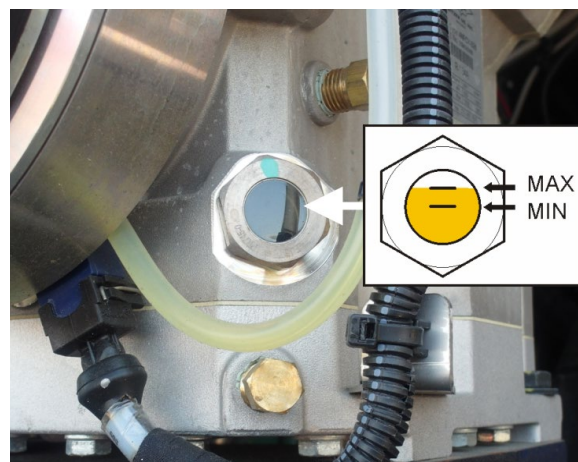

FIGURE 33 : VERRE DE REGARD DROIT
- Verre de regard droit : entre $\frac{1}{2}$ et $\frac{3}{4}$ de la hauteur du verre de regard (Figure 33).